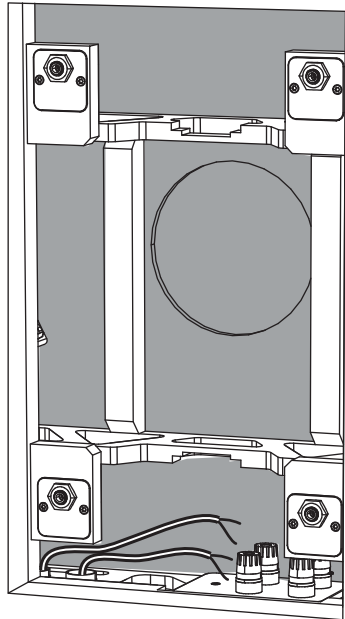

图 7. 从孔中移除干墙
4. 石膏板安装后, 使用合适的手动工具小心地在石膏板上切出孔, 使用后罐中的孔作为导向 (图7)。小心不要在后盖开口内部切割, 或切割扬声器线。确保石膏板孔径不大于后罐的孔径。清除后罐内的所有灰尘或碎屑。